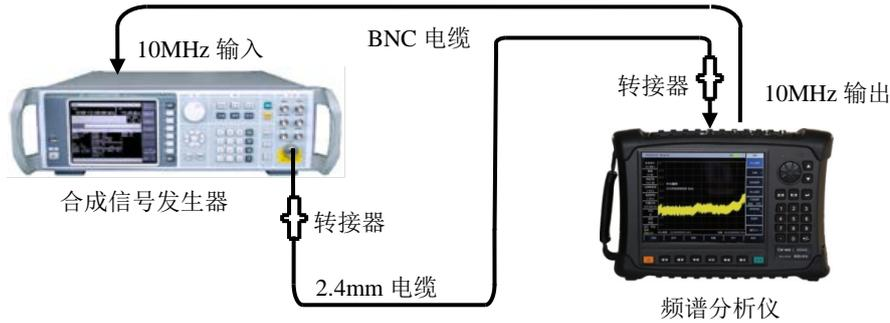

图 13-3 扫频宽度准确度测试设置
- 1) 如图 13-3 连接测试仪器，频谱分析仪为合成信号发生器提供频率参考。